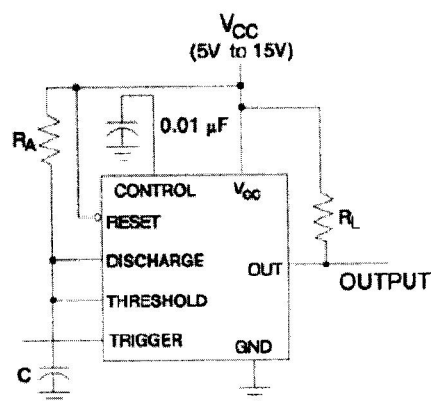

Рис. 2. Схема подключения при моностабильном режиме
4. Указанные значения для устройств с моностабильной схемой – аналогичны указанным на Рис. 2 со следующими компонентами параметров: $R_A = 2\text{кОм}$ до 100кОм , $C = 0.1\text{мкФ}$.